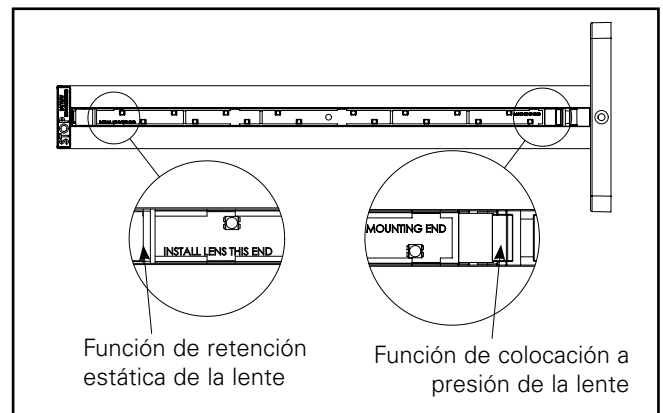

**Figura 4.**
8. Monte la cubierta de resguardo en la carcasa siguiendo los pasos adecuados (Ver Figura 4).